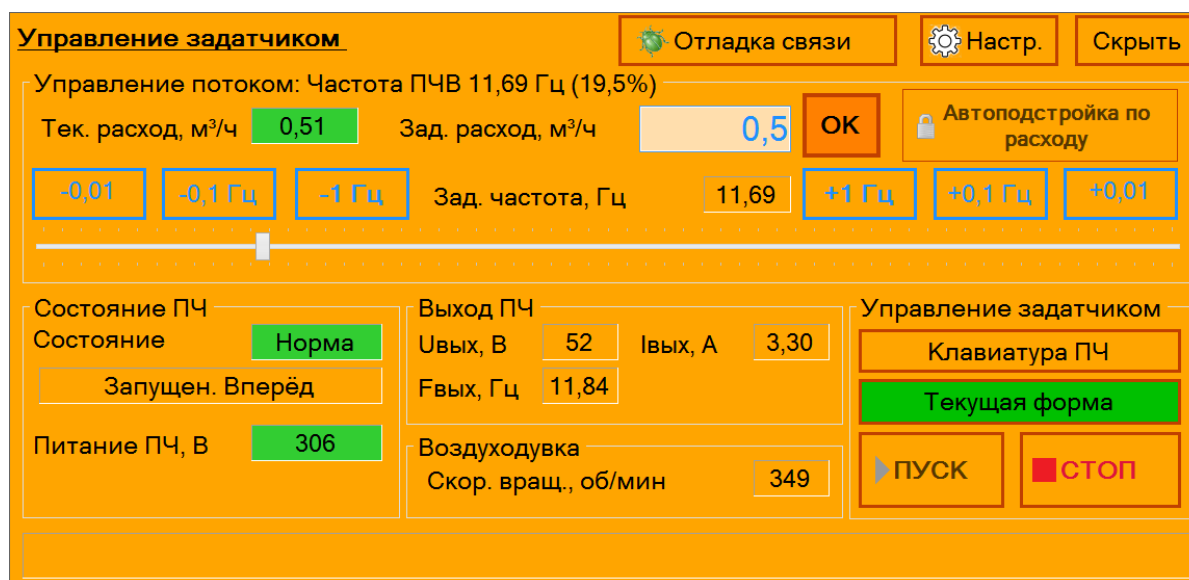

Рисунок 35
2.6.12.5 После завершения работы функции автоподстройки частоты кнопка «Автоподстройка по расходу» будет заблокирована и ее фон не будет зеленым (рисунок 35).